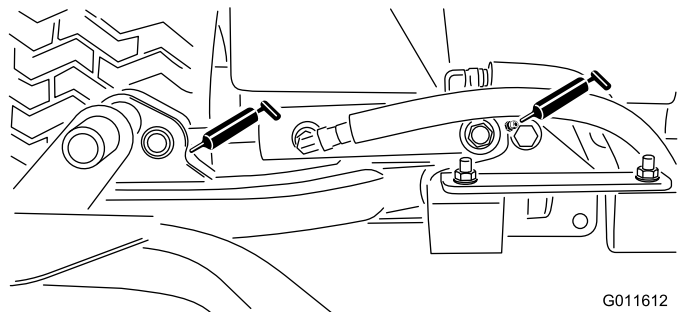

Figura 65
- Cilindros do braço de elevação da unidade de corte (2 cada) – Figura 65
- Articulações do braço de elevação (1 cada) – Figura 65